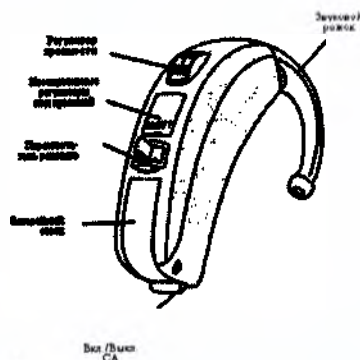

Рисунок 1 - Внешний вид СА «Витязь»
4.2.3 Плотнo наденьте трубочку вкладыша на звуковой рожок, рисунок 1, слухового аппарата. Трубка должна быть прямой и не перекручиваться. В случае необходимости отрежьте лишнюю часть звукопровода.
4.4.2 Установите усиления СА на минимальную громкость. Регулировка производится колесиком регулятора громкости, рисунок 1, который имеет маркировку с цифрами от 1 до 4. Минимальная громкость (вниз) соответствует цифре 1. Максимальная громкость (вверх) соответствует цифре 4. Увеличивать громкость следует поворотом регулятора вверх; уменьшать - вниз.
4.4.3 Переключателем режимов, рисунок 1, выберите программу М.